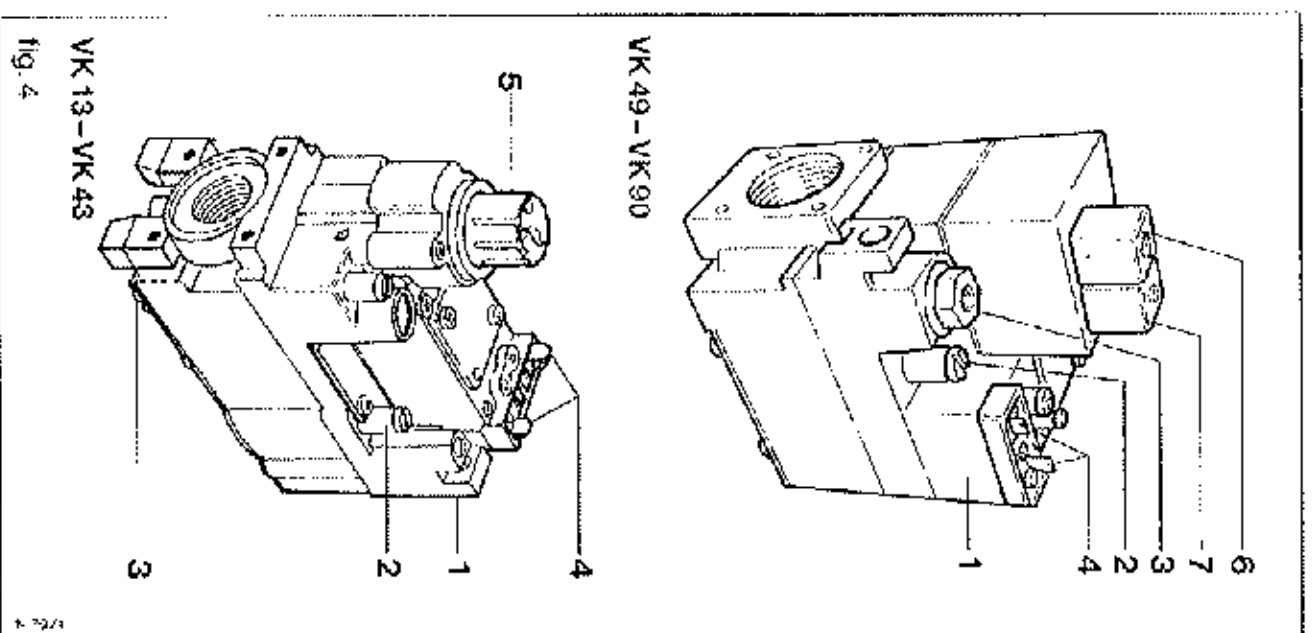

fig. 4
Placer la sonde complète avec le support (14) sur le couvercle (12). Fourrer à enlever la sonde complète avec le support (14) de la position de transport du côté intérieur de l'habillage, puis la faire passer vers le haut à travers le trou du rayon d'évacuation des produits de combustion (15) et la diriger vers le couvercle (12). Retirer les vis de fermeture (3) des trous du couvercle (12). Voir la figure 4, fixer sur le couvercle (12) la sonde complète avec le support (14) à l'aide des vis de fixation (6).
L'ajustement s'effectue par l'intermédiaire de la vis de réglage (2) fig. 4, le bloc de régulation gaz en position "Allumage".
De afregeling van de waakvlam d. m. v. schroef (2) fig. 4 moet gedaan worden terwijl het gasdruk in ontstekingstand staat.
De veiligheidsvoorziening is gekurd en transformeert 220 V naar 24 V en heeft een vermogen van 2 VA. Er is een extra (glas) zekering aanwezig, zie voor aansluiting blz. 7, fig. 4.